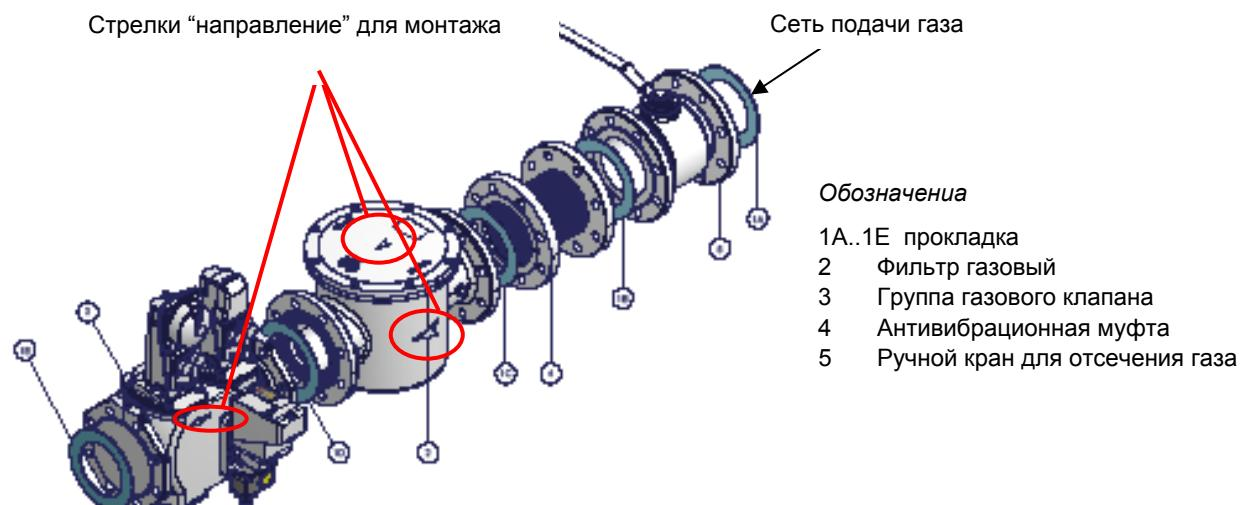

Рис. 5 - Пример газовой рампы
- 1-б) при фланцевых соединениях: между соседними компонентами устанавливать прокладку (1A..1E - Рис. 5), совместимую с используемым газом,
ВНИМАНИЕ: после монтажа газовой рампы согласно схеме на Рис. 5, необходимо провести тестирование на герметичность газового контура, согласно требований действующих нормативов
ВНИМАНИЕ: после монтажа газовой рампы согласно схеме на Рис. 5, необходимо провести тестирование на герметичность газового контура, согласно требований действующих нормативов.